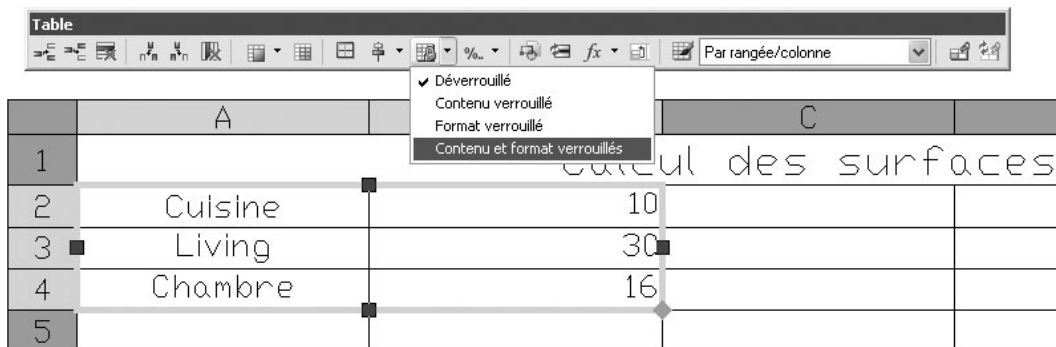

Fig.12.18
- 2] Utiliser l'une des options suivantes (fig.12.18) :